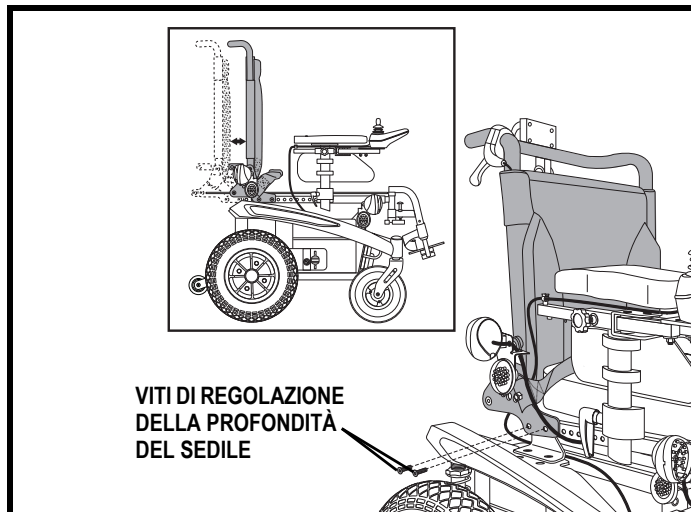

Figura 9. Regolazione della profondità del sedile
2. Rimuovere le due viti di regolazione della profondità del sedile da ciascun lato. **Vedere figura 9.**